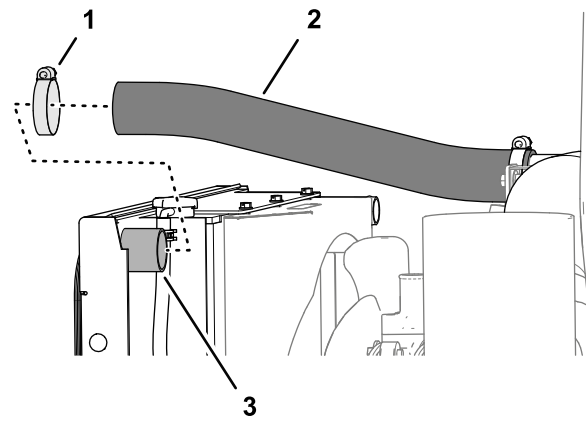

Figura 40
- Fije la manguera a la salida con la abrazadera (**Figura 40**) que retiró en **5 Retirada de las mangueras del radiador (página 8)**.
- Ensamble el extremo libre de la manguera de entrada de aire sobre la salida en la parte superior del radiador (**Figura 40**).